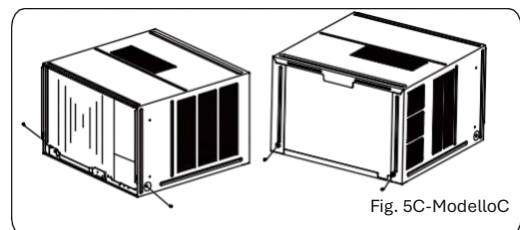

Fig. 5C-Modello C
e sul retro dell'armadietto, come mostrato nella Fig. 5C.
2. Rimuovere le quattro viti su entrambi i lati e sul retro dell'armadietto, come mostrato nella Fig. 5C.